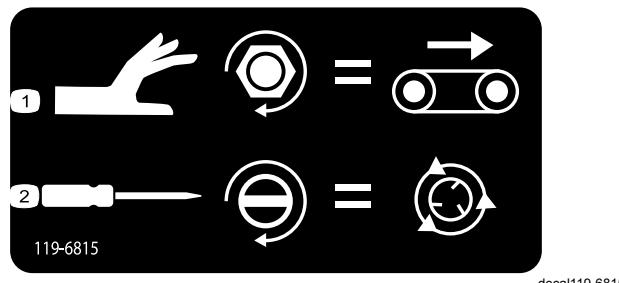

Figura 44
- Para ajustar velocidade do rotor (Figura 44), utilize uma chave de parafusos de pontas planas para aumentar rodando no sentido dos ponteiros do relógio ou diminuir rodando no sentido contrário ao dos ponteiros do relógio.